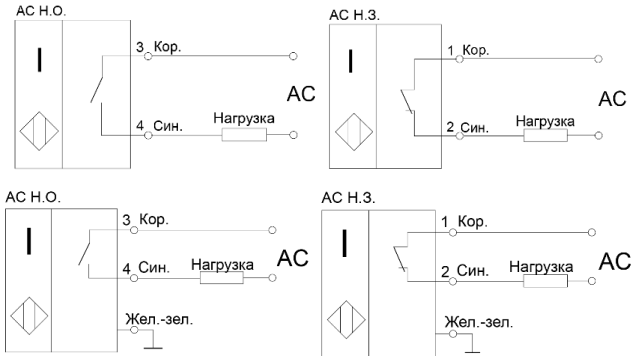

Рисунок 1 - Варианты схем подключения выключателей
- 3.3 Выключатели включаются в электрическую цепь по 2-х проводной схеме (Рис. 1). Соответствие выводов и схема подключения указаны в маркировке выключателя.